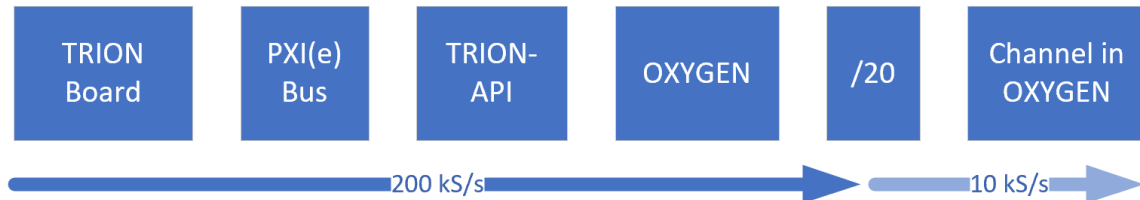

Abb. 7.35: Arbeitsprinzip der individuellen Kanal-Samplerraten
- Durch Klicken auf den – Button kann ein Punkt wieder entfernt werden (siehe Abb. 7.35)